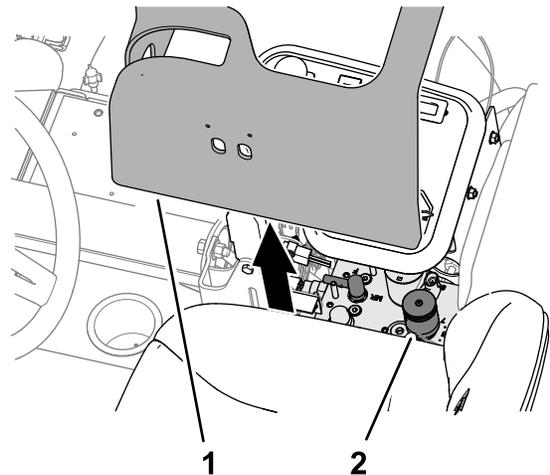

Bild 38
2. Heben Sie die Abdeckung vom Steuerarm ab (Bild 38).